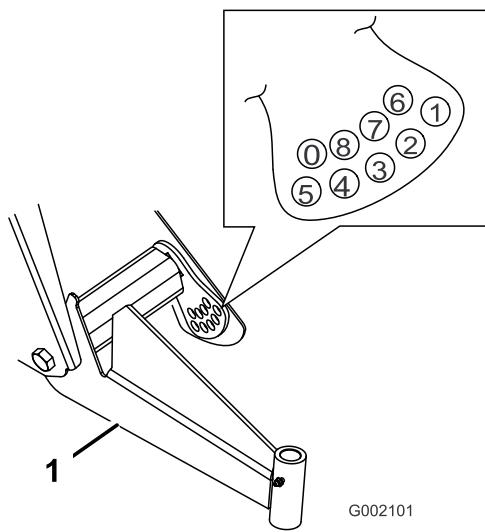

図 42
**注** A アームはゴム製で、一本ごとに反発率がそれぞれ異なり、製造時には各アームの反発率に合わせて調整を行っています。通常は調整ボルトを 2 番～4 番の穴に入れており（図 42）、左側（運転席側）と右側（助手席側）でボルト位置が違っていても異常ではありません。A アームが傾いて見えるようなら一つ上の穴（図 42）への入れ替え調整が必要です。穴を一つ入れ替えるごとに車輪位置で約 19 mm 高さが変わります。重量物を載せたり重いアタッチメントを取り付けたりする場合にもこの調整が必要となります。